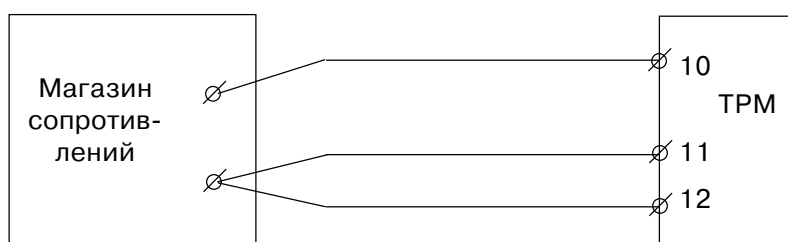

Рис. 1
6.4.2. Для определения погрешности измерения приборов ТРМ, работающих с термопреобразователями сопротивления (модификации ТРМХ-Х.00..., ТРМХ-Х.01..., ТРМХ-Х.02..., ТРМХ-Х.03..., ТРМХ-Х.07..., ТРМХ-Х.08..., ТРМХ-Х.09..., ТРМХ-Х.14...) подключить к его входам по трехпроводной линии магазин сопротивлений в соответствии со схемой, приведенной на рис. 1. Последовательно устанавливая на магазине значения сопротивления, соответствующее температуре в контрольной точке и указанные в табл. 4, 5 (для соответствующих модификаций ТРМ), зафиксировать показания цифрового индикатора ТРМ для каждой контрольной точки.
6.4.5. Для определения погрешности измерительного преобразователя приборов модификации ТРМХ-Х.ХХ.1... подключить к входу прибора один из источников сигналов по схемам рис. 1, 2 или 3 (в соответствии с модификацией поверяемого прибора), а выход преобразователя соединить с нагрузкой по схеме, приведенной на рис. 4.
7.2.1. Подключить к входу прибора по трехпроводной линии магазин сопротивления в соответствии со схемой, приведенной на рис. 1. Сопротивления проводов в линии должны быть равны друг другу и не превышать величины 15 Ом. Установить на магазине сопротивлений значение 50,000 Ом при калибровке модификаций приборов, относящихся к I группе или значение 100,000 Ом – при калибровке приборов II группы.